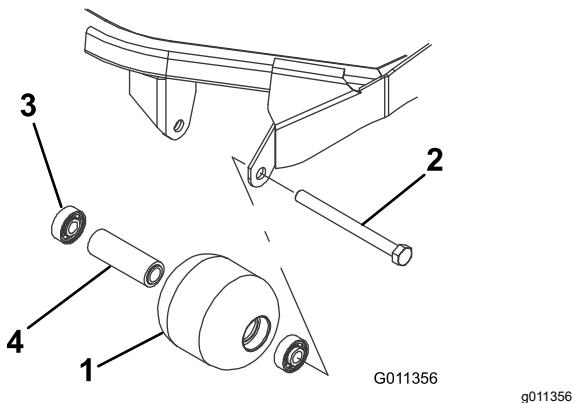

Figura 81
1. Retire el perno de montaje del rodillo (Figura 81).
4. Inspeccione el alojamiento del rodillo, los cojinetes, y el espaciador del cojinete (Figura 81) Sustituya cualquier componente dañado y móntelos.
1. Introduzca a presión el primer cojinete en el alojamiento del rodillo (Figura 81). Haga presión solamente sobre el anillo de rodadura exterior, o de forma igual sobre el anillo exterior y el interior.
2. Introduzca el espaciador (Figura 81).
3. Introduzca a presión el segundo cojinete en el alojamiento del rodillo (Figura 81). Presionando uniformemente sobre el anillo de rodadura interior y el exterior hasta que el anillo de rodadura interior entre en contacto con el espaciador.